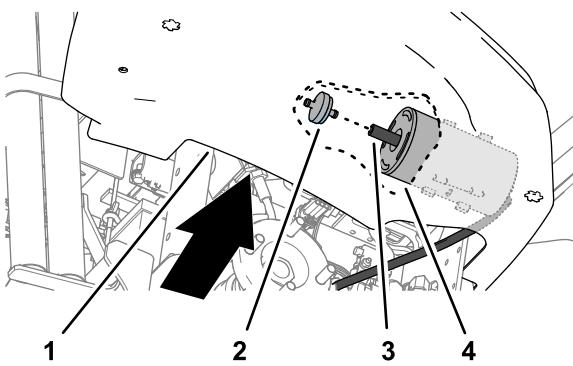

Figure 31
4. En contournant le bord intérieur inférieur de la console, tirez le filtre à charbon actif en arrière et hors du flexible situé à l'extrémité de la cartouche de charbon actif (Figure 31).
5. Insérez le nouveau filtre à charbon actif dans le flexible au bout de la cartouche (Figure 31).